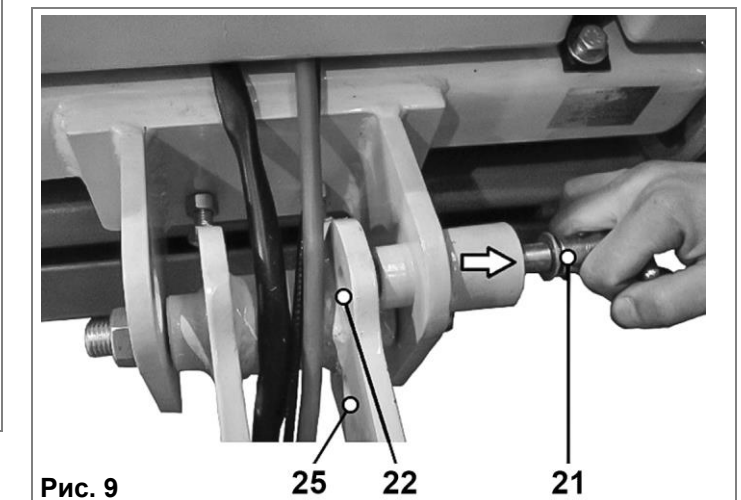

Рис. 9
7.2.2. Для установки рукоятки управления (11) (Рис. 10) в вертикальное положение потяните фиксатор (21) от кронштейна (13), поверните вокруг оси рукоятку управления (11) и совместите фиксатор (21) с отверстием (25) (Рис. 9). Зафиксируйте положение.